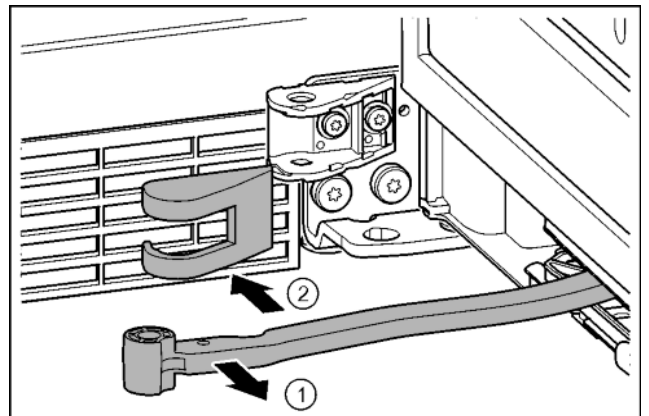

Fig. 17
- ▶ Повернуть шарнир в направлении двери. Fig. 17 (1)
- ▶ Снять крышку опорного кронштейна. Fig. 17 (2)